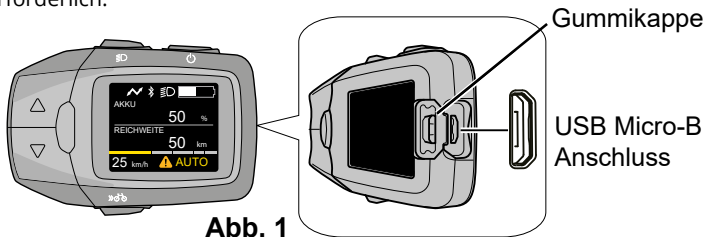

Abb. 1
1) Otvorte kryt portu USB Micro-B na ovládacom panely. (**Abb. 1**)